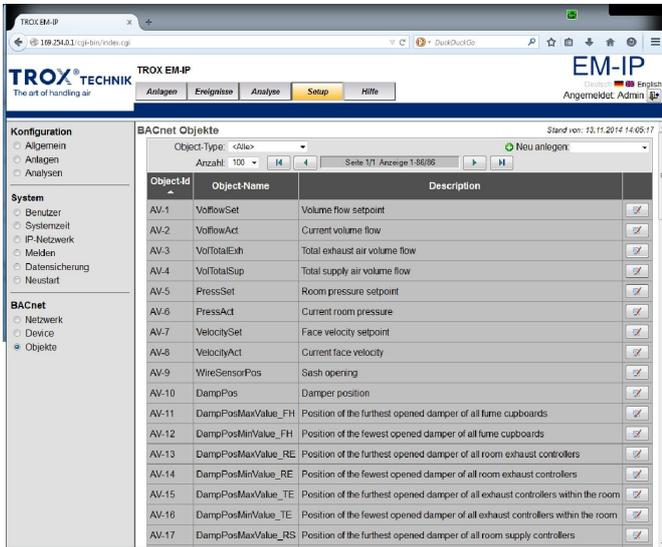

Abb. 21: BACnet Objekte
- Das Menü „BACnet Objekte“ (Abb. 21) wird geöffnet.
- Das Menü „Trendlog Objekt bearbeiten“ (Abb. 21) wird geöffnet (abhängig vom ausgewählten Objekttyp).
- Der Datenpunkt „BACnet Objekte“ (Abb. 21) wird geöffnet (abhängig vom ausgewählten Objekttyp).